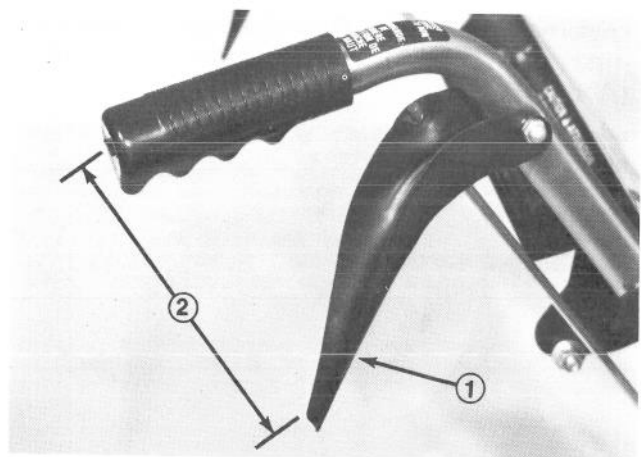

Abb. 8
3. Den Abstand zwischen der Mitte des Griffholms und der Spitze des Gestänges ausmessen (Abb. 8). Der Abstand sollte 15,2 - 16,5 cm betragen.